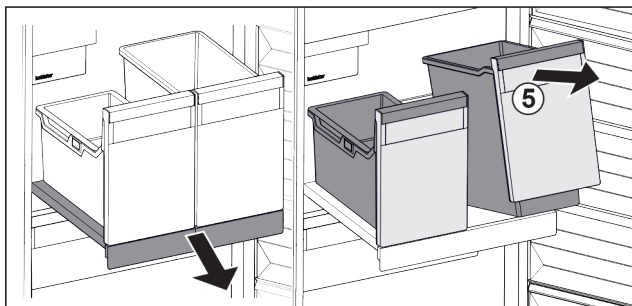

Fig. 80
- ▶ Підняти резервуар Fig. 80 (5) спереду.